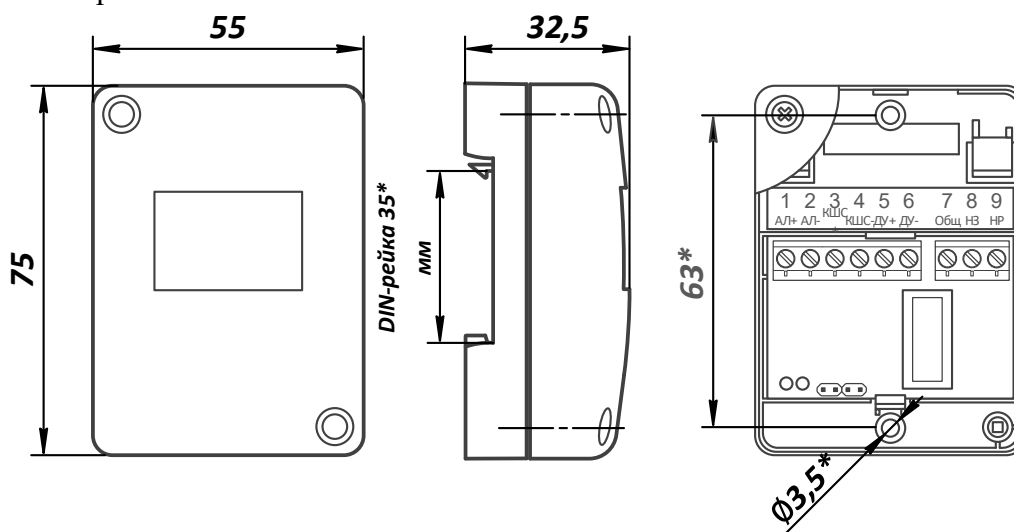
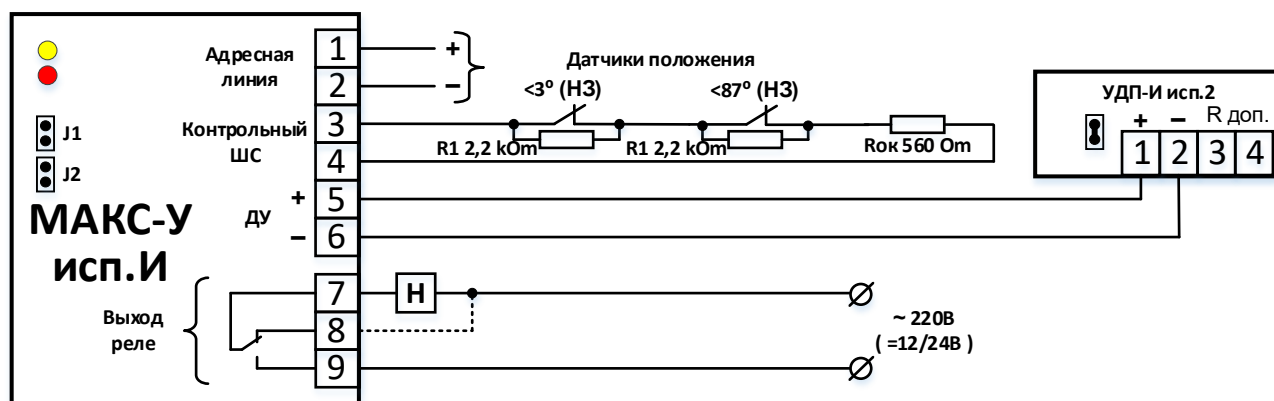

Рис.1. Габаритные и установочные размеры МАКС-У исп. И.
Рис.2. Схема подключения нормально-выключенной нагрузки.
1.10. Установка режимов работы модуля производится с помощью 2-х джамперов (см рис.2,3):
2.1.2. Габаритные и установочные размеры модуля показаны на рис.1, принципиальные схемы подключения – на рис.2 - 4.
На рис.2 при слаботочной нагрузке (светодиодное табло, сирена, некоторые приводы клапанов) возможна подсветка табло или слабое звучание оповещателя за счет протекания через них тока контроля цепи управления (п.4.8). Для устранения влияния тока контроля рекомендуется замыкать выключенную нагрузку, как показано пунктиром. Для сохранения контроля нагрузки замыкание следует производить резистором, подбирая его номинал в диапазоне $100\text{ Ом} \div 5\text{ кОм}$.